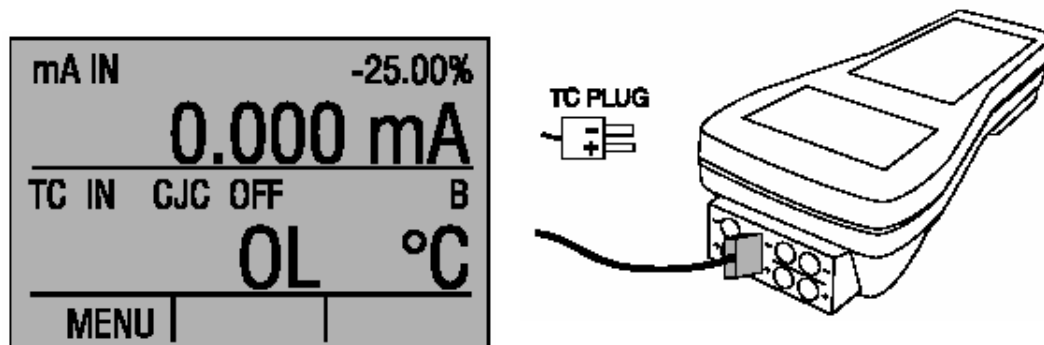

图 7 使用热电偶测试温度
1. 如图 7 接线,将小插头插入校准仪接口.补偿导线必须和分度号对应.(最好等 2 到 5 分钟后进行测试,这样可以使小插头和校准仪的温度稳定.